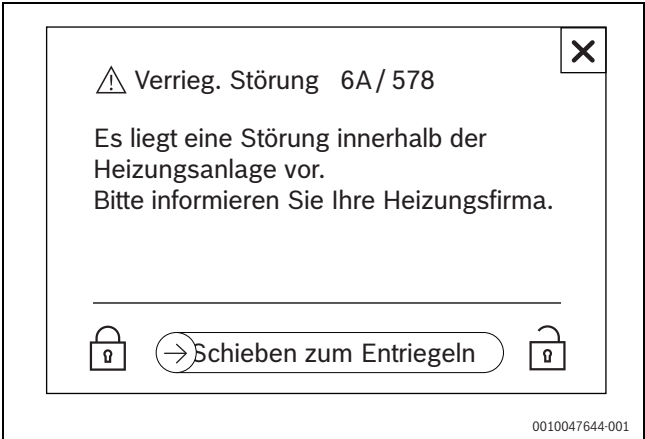

Bild 85 Verriegelnde Störung (Beispiel)
- Entriegelung erfolgt über  → **Schieben zum Entriegeln**  (→Bild 85).